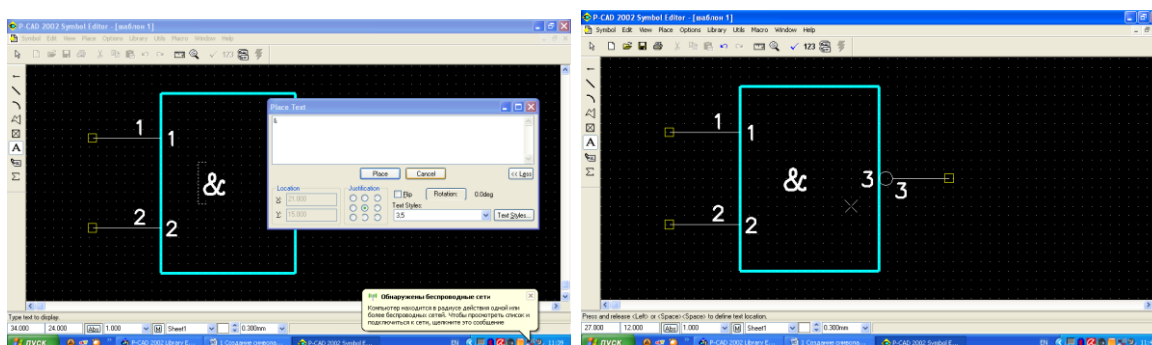

Рисунок 1.8 – Розміщення тексту
Позначення функціонального призначення символу вводиться командою *Place* → *Text* або кнопкою «текст (A)». Відкривається діалогове вікно *Place Text*, у полі набрати символ "&". Встановити вирівнювання тексту (*Justification*) по центру по вертикалі і по горизонталі (рисунок 1.8). У списку стилів обрати шрифт 3.5 мм, натиснути ОК.